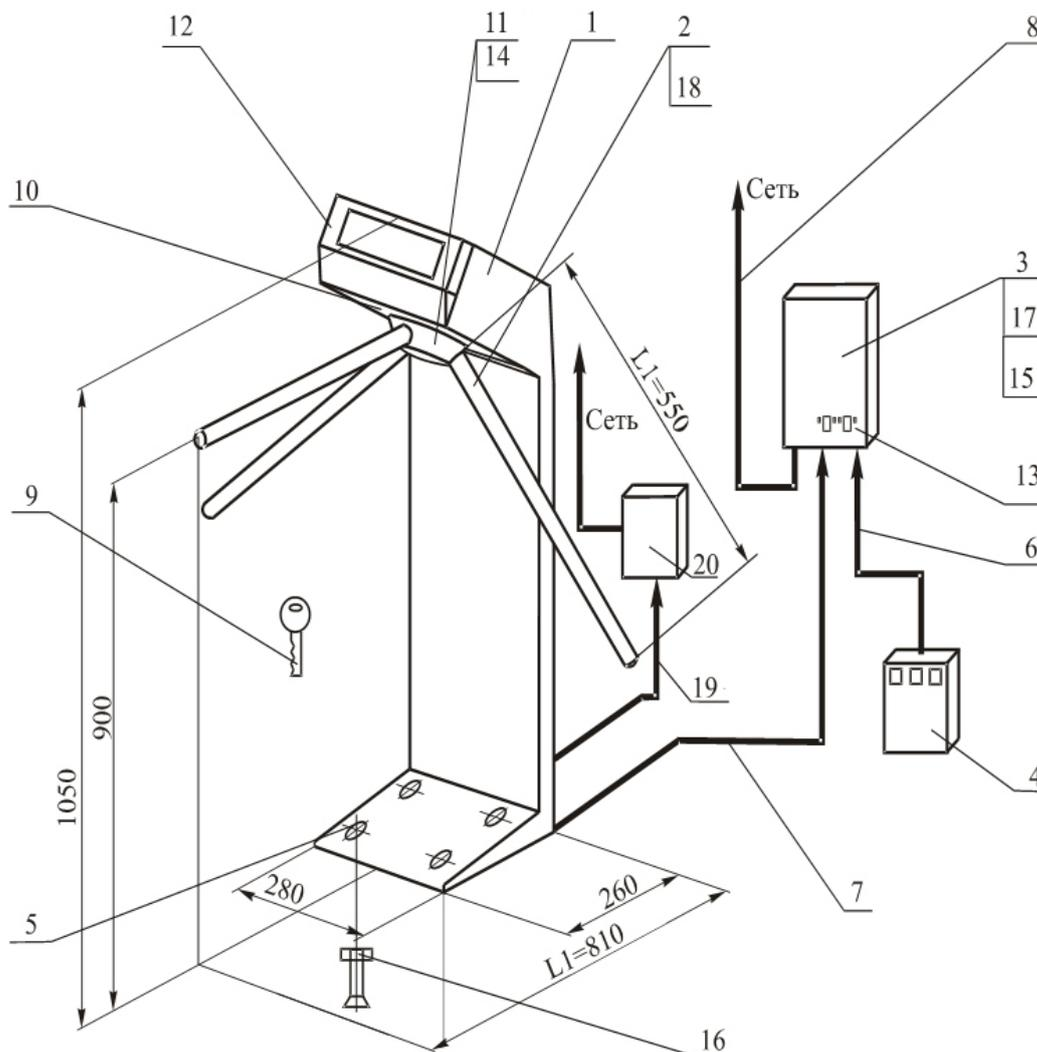

Рис. 1 Общий вид турникета PERCo-TTR-04CW-24
Устройство турникета показано на рис. 1.
6.2.5. Блок управления (см. рис. 1 и 2) выполнен в виде отдельного прибора в закрытом металлическом корпусе, обеспечивающем настенное крепление с наружной антисдвигивающей фиксацией. Возможно настольное применение блока управления. В корпусе блока управления находятся: силовой трансформатор, плата управления турникетом, аккумулятор РИП (12 В).
Вариант 2. На контакты **«Sens R/Pass R»** и **«Sens L/Pass L»** транслируется состояние датчиков поворота. В этом случае при проходе (повороте на 120° планшайбы (11 на рис.1), к которой крепятся преграждающие планки) формируется следующая последовательность сигналов: